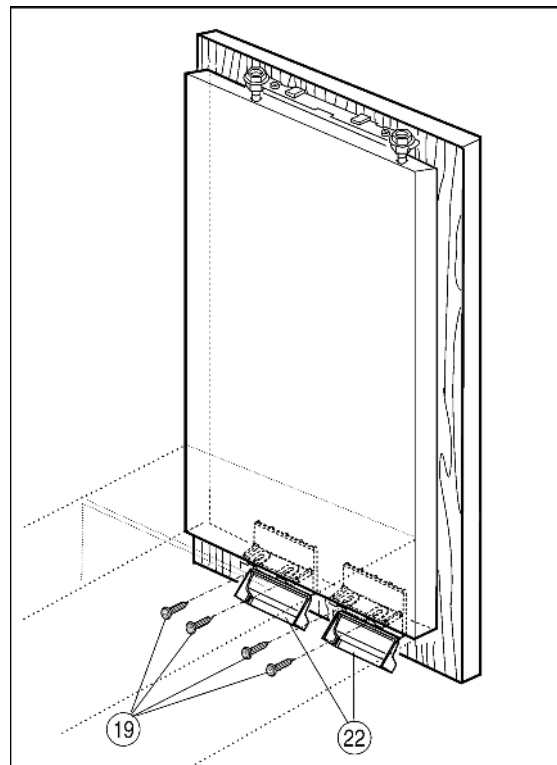

Fig. 16
- ▶ Visser la porte du placard sur la porte de l'appareil : Rabattre le clapet des équerres de fixation Fig. 16 (22) vers le bas.
- ▶ Visser la porte de l'appareil sur la porte du placard à l'aide de vis Fig. 16 (19) au travers de l'équerre de fixation Fig. 16 (22).